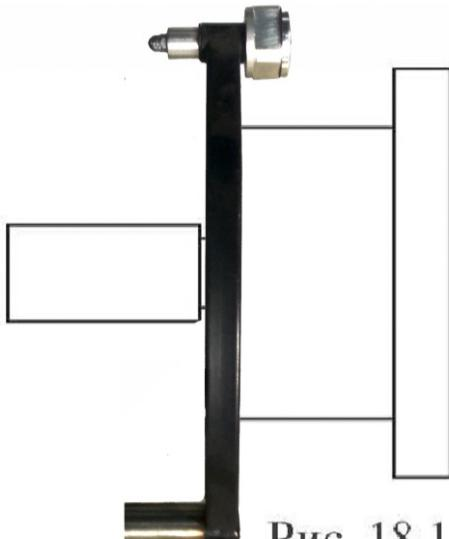
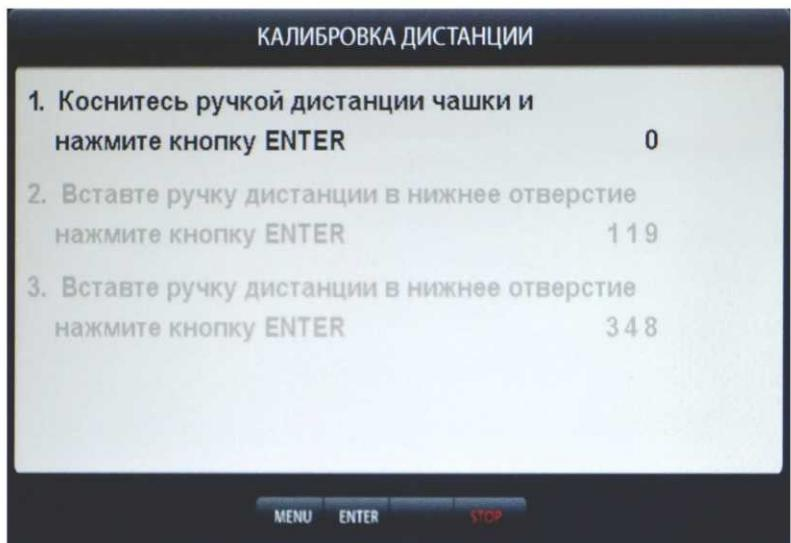

Рис. 18.1
рис.18.3
18.1.1. Калибровка тракта измерения дистанции. Для оценки погрешности устройства ввода дистанции выдвиньте штангу ввода параметров и уприте внешнюю боковую сторону её рукоятки в задний торец фланца вала, как показано на рис. 18.1. При этом на экране ввода геометрических параметров (см. рис.10.2) появится величина дистанции. Если величина дистанции не равна  $135\pm 5$  мм, то устройство ввода дистанции требует калибровки.
КАЛИБРОВКА ДИСТАНЦИИ рис.18.3. Выдвиньте штангу ввода параметров, уприте внешнюю боковую сторону её рукоятки в задний торец фланца вала, как показано на рис. 18.1 и нажмите кнопку «ENTER». В окне КАЛИБРОВКА ДИСТАНЦИИ выделится второй пункт: «2. Вставьте ручку дистанции в нижнее отверстие, нажмите кнопку «ENTER»